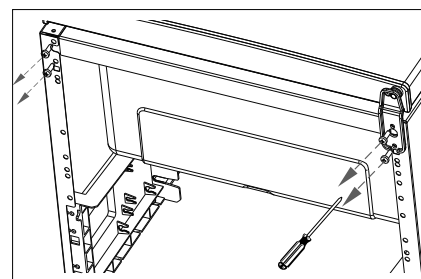

Abb. 2
- ▶ Lösen Sie die beiden Schrauben des unteren Scharniers mit einem Kreuzschlitzschraubendreher (Abb. 2).